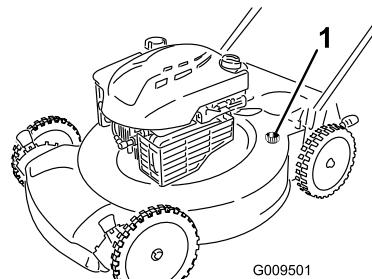

Figura 24
4. Collegate una canna da giardino al rubinetto dell'acqua ed al foro di lavaggio sulla scocca del tosaerba (Figura 24).